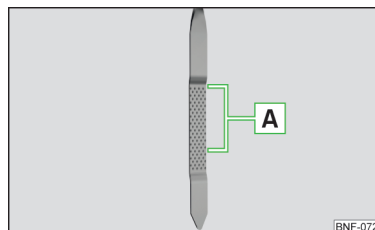

Fig. 109
Varilla de nivel de aceite » fig. 109
- El nivel de aceite no debe estar nunca sobre o debajo de la zona **A** » **fig. 109**. ¡Existe riesgo de daños del motor, así como en el sistema de gases de escape!